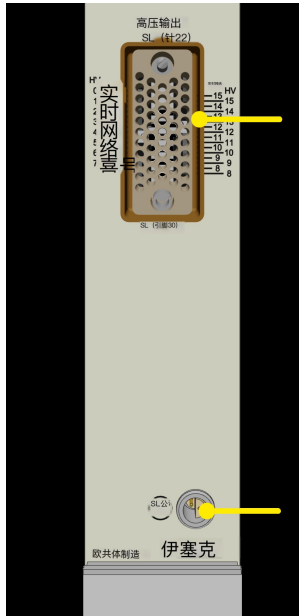

图6: 前视图截面
安全电流回路可以通过前面板上的安全回路插座 (SL) 实现 (图6中的编号7: 前视图部分), 如果可用, 也可以通过在SL触点 (引脚22和引脚30) 之间的REDEL连接器处具有8、16、24和32通道的模块实现。当安全回路处于活动状态时, 只有当安全回路完全闭合时 (SL插头和Redel插头的情况下, 插头上的引脚22和引脚30, 见图8: 电缆或检测器电源上的SL闭合), 并且通过回路驱动任何极性的5至20mA范围内的外部电流, 才能在通道中产生高压。如果安全回路在操作过程中打开, 输出电压将在没有斜坡的情况下关闭, “ModuleStatus” 中的相应位将被取消, “ModuleEventStatus” 中的对应位将被设置 (参见第11章附录“CAN_EDCP_Programmers-Guide.pdf”)。再次闭合回路后, 必须重置“ModuleEvent Status”, 并且必须打开通道。可以通过拆除模块后侧的跳线“SL disable” (SL禁用) 来激活环路 (图7: 后视图部分)。